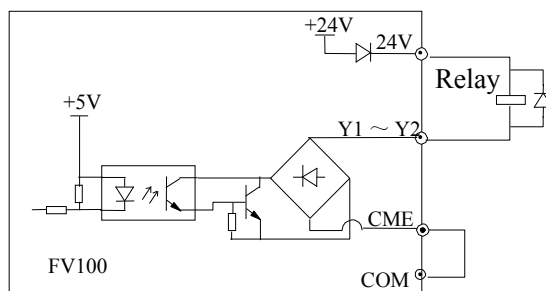

Рис. 4-13 Подключение многофункционального выхода с внутренним источником тока.
1. Для многофункционального выхода Y1 может использоваться внутренний источник тока 24 В, подключение согласно Рис. 4-13.
5. Резисторы R на рис. 4-13 и 4-14 должны быть сняты в случае использования реле на 24 В, а сопротивление R должно быть выбрано согласно параметрам, предусмотренным для реле «не на 24В».